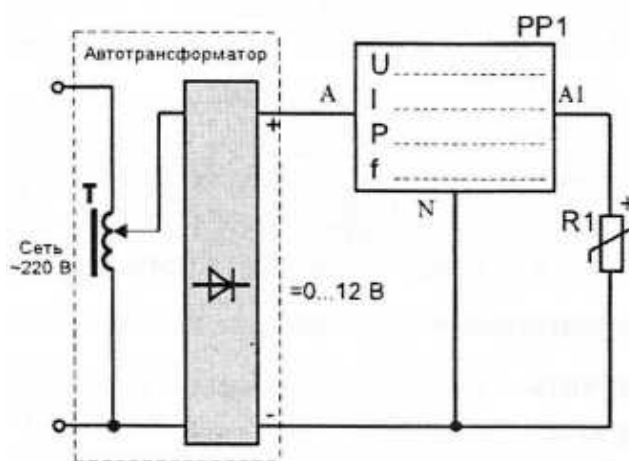

Рис. 1
3.2. Собрать электрическую цепь для снятия вольтамперных характеристик элементов цепи (рис. 1). В качестве регулируемого источника постоянного напряжения использовать выход пониженного постоянного напряжения автотрансформатора = 0...12В (модуль автотрансформатора). Установить пределы измерений напряжения и тока у измерителя мощности «30 В» и «2 А» соответственно.